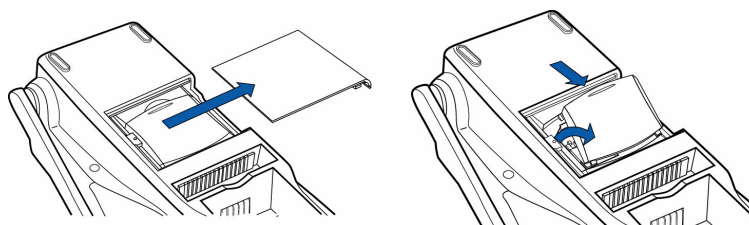

图 17 取出防尘盖
- 2 打开 SIM 卡防尘盖（图 17）：
- b 按图 17 所示的箭头方向向外推防尘盖，打开并取出防尘盖。